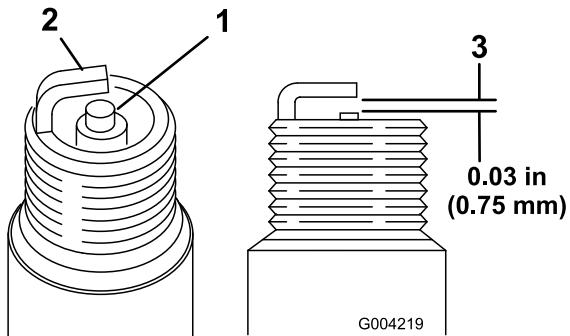

Figura 50
- Veja a parte central de ambas as velas de ignição (Figura 50). Se verificar uma cobertura castanha ou cinzenta no isolante, o motor está a funcionar
2. Verifique a folga entre os eléctrodos central e lateral (Figura 50).
3. Dobre o eléctrodo lateral (Figura 50) se a folga não for a correcta.